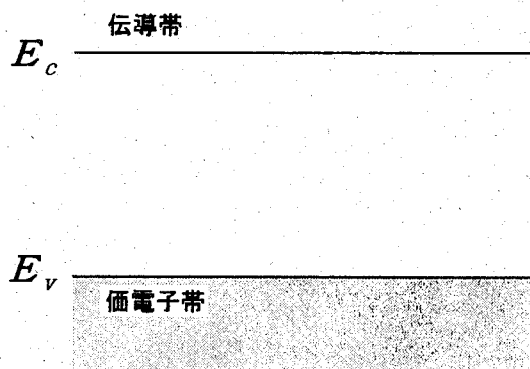

図 1
I 添加した不純物によってキャリア密度が決められている半導体を不純物半導体と呼ぶ。シリコン (Si) は 4 価の元素であり、3 価あるいは 5 価の元素を加え不純物半導体として用いる。図 1 は Si のエネルギーバンド図を示す。図 1 中、 E_c は伝導帯の下端、 E_v は価電子帯の上端を示している。
- (1) 不純物として、燐 (P) を Si に加えたとき、P はドナー、アクセプターのいずれとして働くかを理由とともに述べよ。
- (2) Si のエネルギー・ギャップ $E_g (=E_c - E_v)$ を 1.1 eV、ドナーおよびアクセプターのイオン化エネルギーを 0.1 eV とする。図 1 を参考にして、解答用紙にエネルギーバンド図を描き、その図にドナー準位 E_D 、アクセプター準位 E_A のおよそのエネルギー位置を記入し、それぞれに E_D 、 E_A と印を付けよ。
- (3) Si 結晶中にドナーとアクセプターが両方含まれている場合を考える。ドナー密度を N_D 、アクセプター密度を N_A とする。 $N_D > N_A$ のとき、Si は n 型、p 型いずれの半導体特性を示すか。またその理由を述べよ。説明に図を用いてもよい。